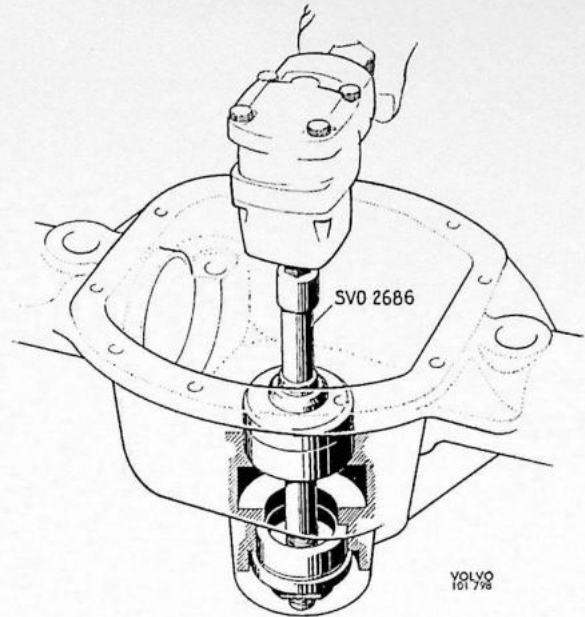

Fig. 4-112. Het monteren van de lager cups
4. Pers het achterste lager op de pignion met huls SVO 2395, zie Fig. 4-111. Leg de gemeten shims op de plaats van de binnenste cup en pers beide cups met een aanhaalkoppel van 20 kgm (140 lb.ft.) op hun plaats met gereedschap SVO 2686, zie Fig. 4-112.